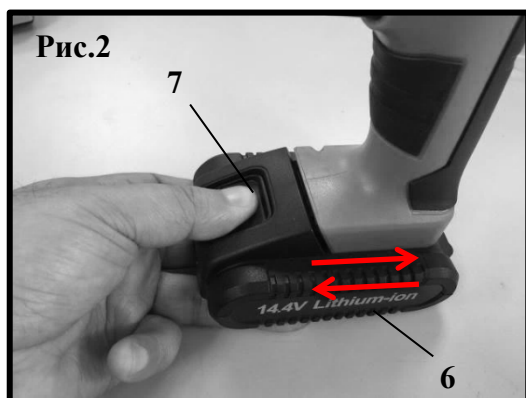

Рис.1
- Чтобы проверить уровень заряда аккумуляторной батареи, нажмите кнопку включения шуруповёрта (3) (Рис. 1). Загорятся индикаторы для отображения емкости батареи (9) (Рис.2а) и будут продолжать гореть пока нажата кнопка включения (3), отображая уровень заряда следующим образом:
- Нажмите на пусковой выключатель 3 Рис.1, чтобы включить инструмент.
- Отпустите пусковой выключатель 3 Рис.1, чтобы выключить инструмент.
- При увеличении давления на пусковой выключатель 3 Рис.1 и 5 скорость увеличивается.
- При уменьшении давления на пусковой выключатель 3 Рис.1 и 5 скорость уменьшается.